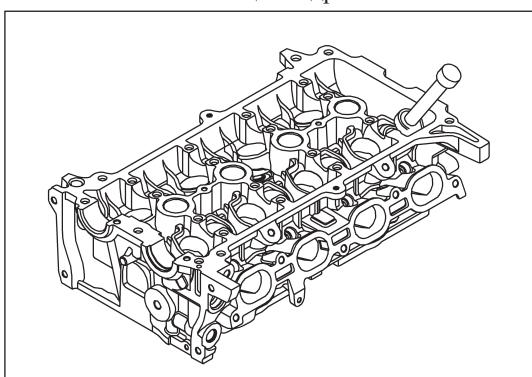

Рис. 12-3-5 Снятие сухарей клапанов
- » Сжать пружину клапана и при помощи специального инструмента (СИП) извлечь сухарь клапана, как изображено на рис. 12-3-5.